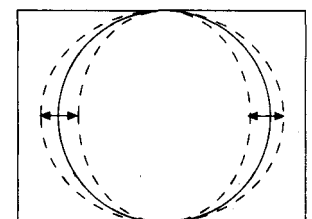

Fig. 3
- d) Régler l'amplitude horizontale pour obtenir un 9% de balayage (fig. 3).